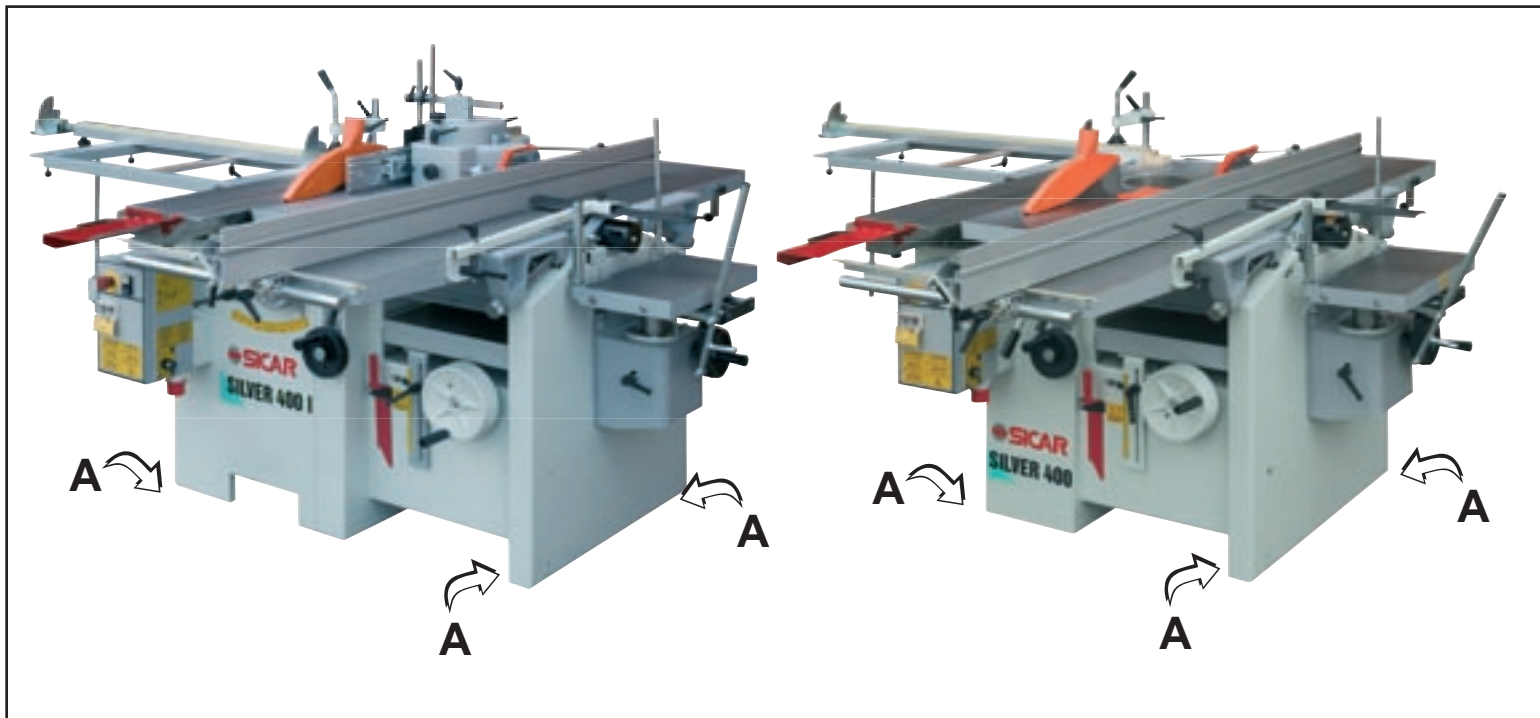

Fig. 2.4
Se necessario, la macchina può essere fissata al piano di appoggio utilizzando i fori (A) presenti all'interno nel basamento posizionati sui lati della macchina. (vedi Fig. 2.4)